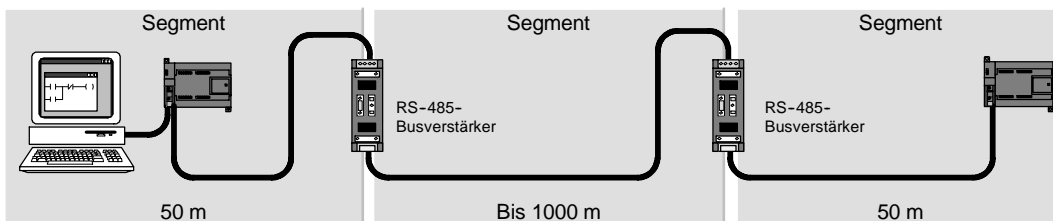

Bild 7-21 Beispiel für ein Netz mit Busverstärkern
- So erhöhen Sie die Ausdehnung eines Netzes:* Wenn Sie einen Busverstärker in Ihr Netz aufnehmen, können Sie das Netz um 50 m erweitern. Wenn Sie zwei Busverstärker anschließen, ohne dass sich andere Teilnehmer zwischen den Busverstärkern befinden (wie in Bild 7-21), können Sie das Netz auf die maximale Kabellänge für die Baudrate erweitern. Sie können maximal 9 Busverstärker in Reihe in einem Netz einsetzen, doch die Gesamtlänge des Netzes darf 9600 m nicht überschreiten.